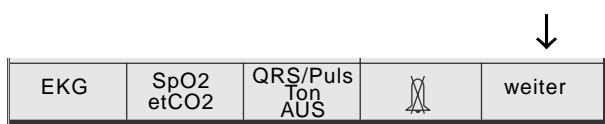

Bild 10-7. Hauptmenü
- Drücken Sie **F5** **weiter** (Bild 10-7).